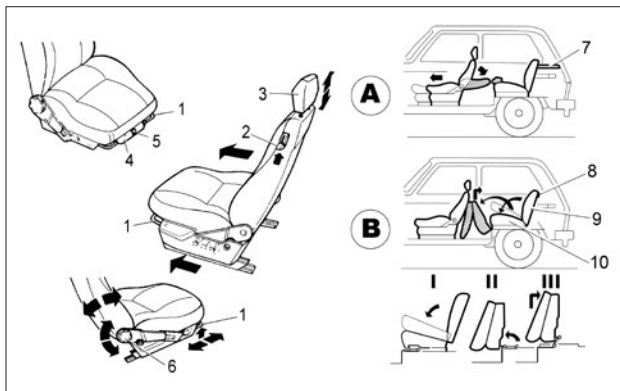

Рис. 8. Сиденья
Для регулировки передних сидений в продольном направлении потяните блокирующий рычаг **1** (рис. 8) вверх. После перемещения сиденья рычаг отпустите. Наклон спинки сиденья регулируется бесступенчато вращением рукоятки **6**. На схеме «А» показана раскладка передних сидений для отдыха. Для установки детского модуля пассажирское сиденье необходимо установить в предпоследнее заднее положение.
В варианном исполнении на автомобиле реализована функция обогрева передних сидений. Для включения обогрева сиденья водителя нажмите на переключатель **1** (рис. 8а), для включения обогрева пассажирского сиденья на переключатель **2**.
**Рис. 8а. Переключатели